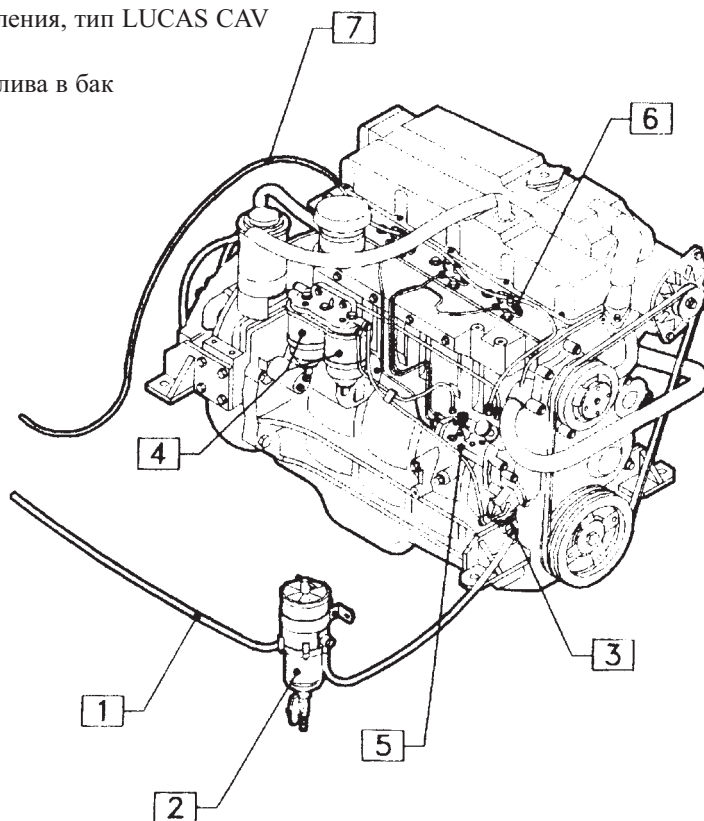

Рис. 3.4
3. 4. Топливная система (рис. 3.4)